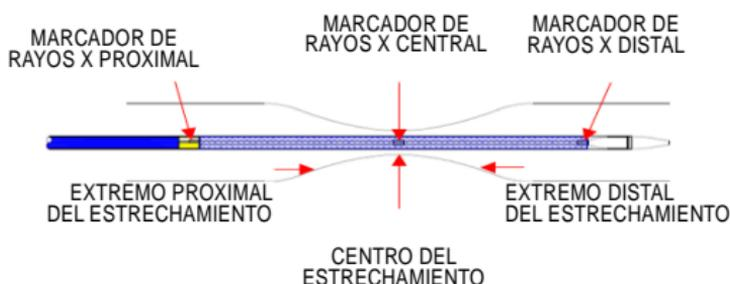

Figura 4
- d) Cuando el marcador de rayos X central alcance el centro del estrechamiento a tratar, continúe tirando el conector Y hacia atrás hasta que el stent se haya desplegado por completo. (Observe la figura 4, 5)
- d) Cuando el marcador de rayos X central alcance el centro del estrechamiento a tratar, continúe tirando el conector Y hacia atrás hasta que el stent se haya desplegado por completo. (Observe la figura 4, 6)